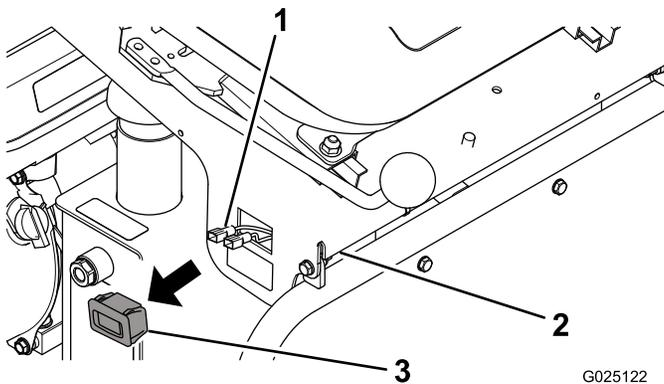

Bild 3
5. Entfernen Sie den Betriebsstundenzähler (Bild 3).